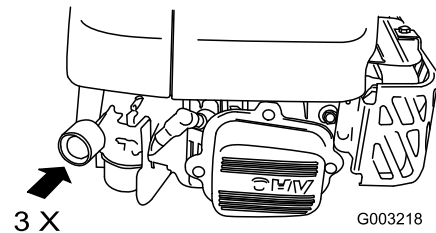

Figure 18
1. Appuyez fermement à 3 reprises sur l'amorçeur avec le pouce, en marquant une pause d'une seconde à chaque fois (Figure 18).